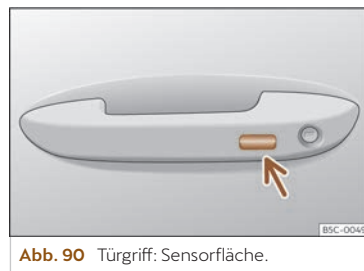

Abb. 90 Türgriff: Sensorfläche.
- **ODER:** mit dem Keyless Access-System (nur Schließen): Finger einige Sekunden auf der Sensorfläche zum Verriegeln >>> (Abb. 90) (Pfeil) im Türgriff halten, um die Fenster und das Schiebedach zu schließen. Sobald Sie die Sensorfläche nicht mehr berühren, wird die Schließfunktion unterbrochen.
Halten Sie einige Sekunden lang einen Finger über die Verriegelungssensorfläche >>> (Abb. 90) (Pfeil) am Türgriff, damit das Dach geschlossen wird. Sobald Sie die Sensorfläche nicht mehr berühren, wird die Schließfunktion unterbrochen.